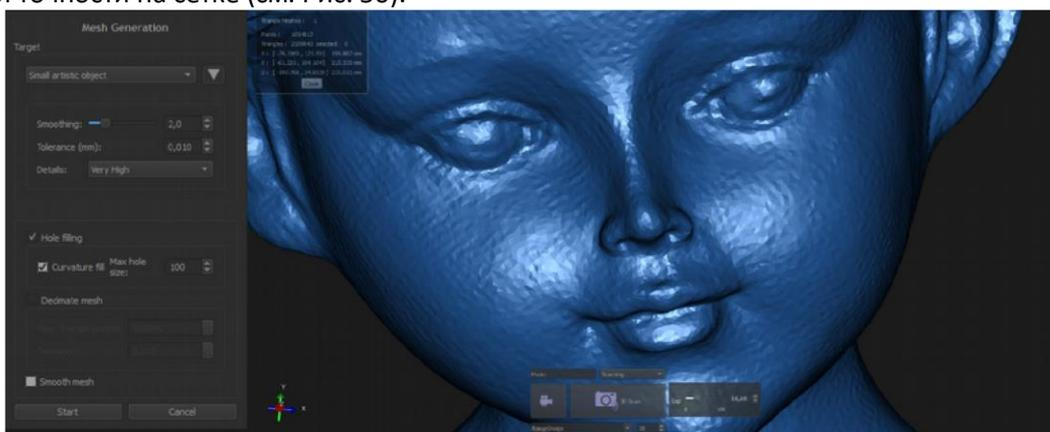

Рисунок 50: Профиль малого художественного объекта на панели построения сетки и соответствующий результат.
*Малый художественный объект* – данный профиль имеет очень высокий уровень проработки деталей с малым допуском (0,010 мм). Он применяет лёгкое сглаживание и автоматически заполняет мельчайшие дырки. Он не имеет ограничений в количестве треугольников, поэтому автоматическое прореживание не применяется. Таким образом, можно достичь более высокого уровня проработки деталей и точности на сетке (см. Рис. 50).